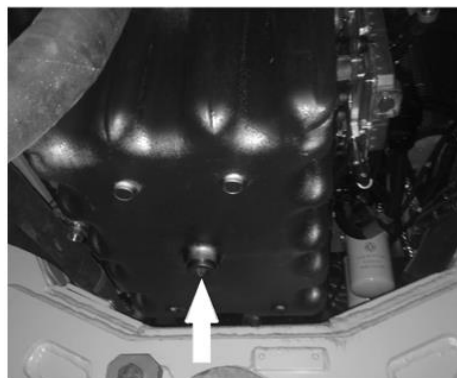

Рисунок 3.22 Сливная пробка масляного картера
- ▶ Ослабьте сливную пробку масляного картера рис. 3.22;